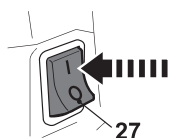

Fig. 25
1. Vérifiez que la poignée de frein (11) est bien enclenchée (voir plus haut).
2. Avant de lancer le moteur, assurez-vous que la chaîne (14) n'est pas en contact avec quoi que ce soit.
3. Mettez l'interrupteur (27) sur « I » (Fig.25) .